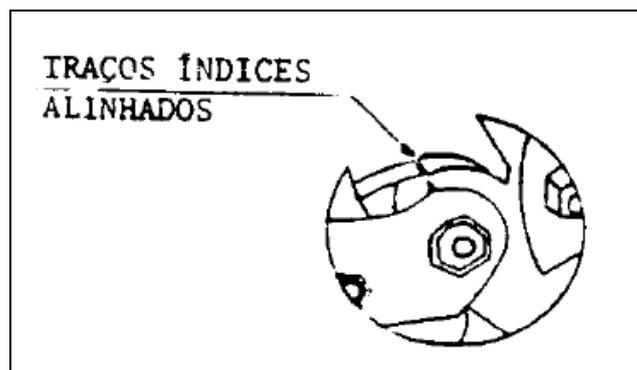

Figura 4 – Traços índices alinhados
- b) Observar se os traços-índices estão alinhados conforme a Figura 4.